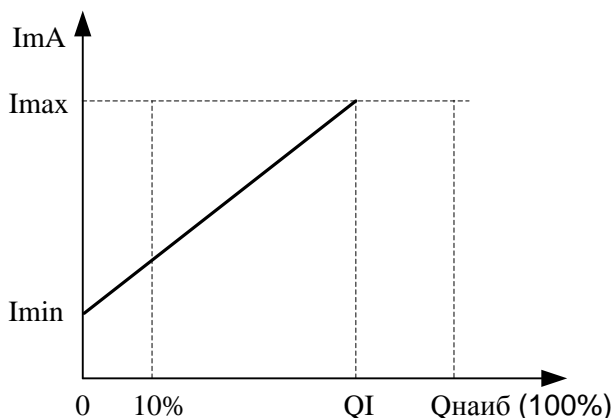

Рисунок 1
1.2.6 Расходомер имеет функцию масштабирования шкалы расхода по токовому выходу (см. рисунок 1).